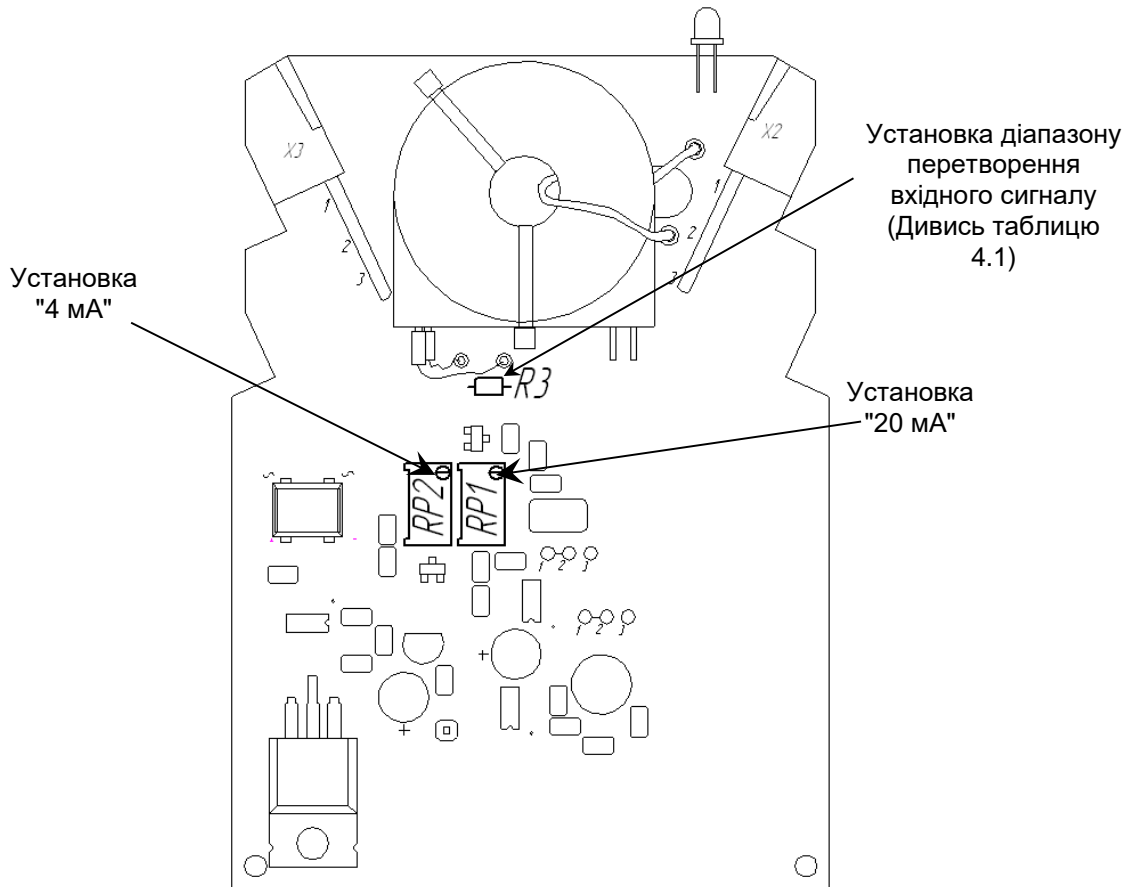

Рисунок 4.2 - Схема розташування органів регулювання та елементів налаштування ПНС-430
4.2.4 Для зміни налаштування ПНС-430 на інший вхідний сигнал використовуйте рисунок 4.2 та таблицю 4.1